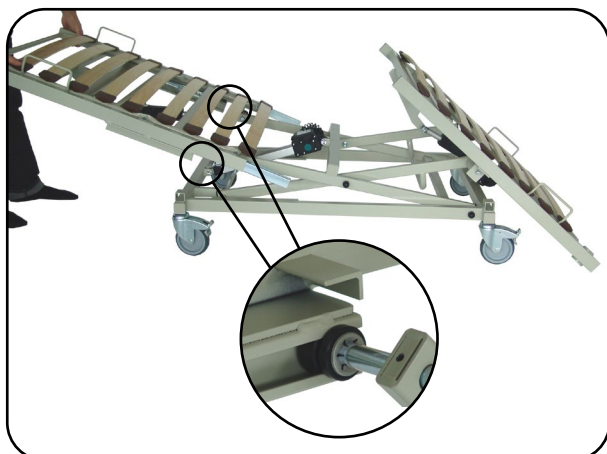

Abb. 6.1.04 – Scherenhub mit Fußauflage
7. Legen Sie die Fußauflage mit den Steckinnenrohren voran auf die Führungsrollen am Scherenarm. Schieben Sie die Fußauflage nach vorne und fädeln Sie gleichzeitig die C-Schienen auf die Führungsrollen vorsichtig auf (Abb. 6.1.04).